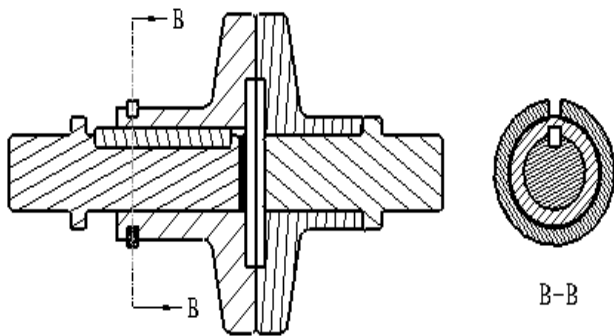

图 11.3.3 创建左视图
## Stage4. 创建图 11.3.3 所示的左视图
Step1. 选取图 11.3.3 所示的主视图，然后选择 **布局** 功能选项卡 **模型视图** 区域中的 **投影视图** 命令。
Step5. 将多余的剖切线删除，结果如图 11.3.3 所示。